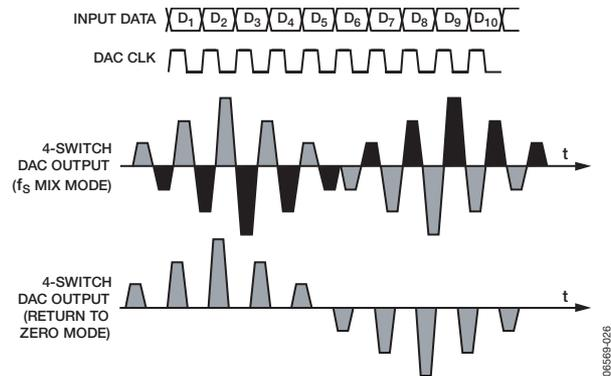

図35. ミックス・モードとRZモード時のDAC波形
クワッドスイッチ・アーキテクチャは、ミックス・モードとゼロ・リターン (RZ) モードの2つの追加動作モードもサポートします。この2つのモードの波形を図35に示します。ミックス・モード時は、1/2クロック・サイクルおきに出力が反転します。これによって、サンプリング・レートでDAC出力がチョッピングされます。このチョッピングは、sincロールオフをDCから f_{DAC} に周波数シフトさせることができます。さらに、出力スペクトルに対するもう1つの小さい効果もあります。シフトされたスペクトルは、 $2 \times f_{DAC}$ のときに最初のゼロになる2番目のsinc関数によって成形されます。これは、データがクロック・レートの2倍で連続的に変化するのではなく、単に繰り返されるためです。